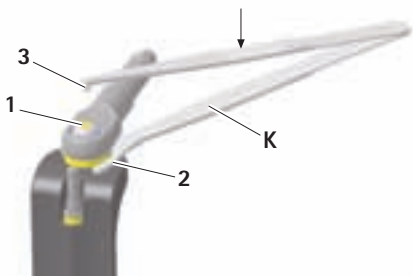

Рис. 5
- Задвинуть пинцет **K** стороной захвата **2** под соединение и нажать стержнем пинцета **3** на болт **1** зеркала **D**, см. Рис. 5.